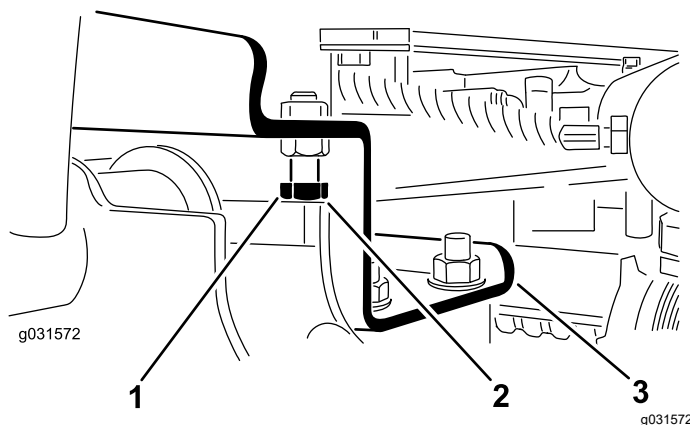

Рисунок 13
- А. Ослабьте затяжку упорных болтов (Рисунок 13).
2. Убедитесь, что зазор между каждым подъемным рычагом и фиксирующим болтом составляет от 0,13 до 1,02 мм, как показано на Рисунок 13.